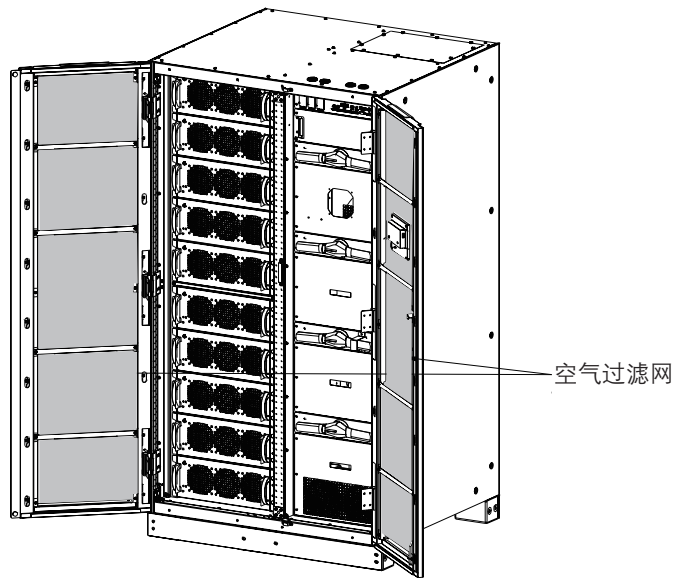

图7-1: 空气过滤网位置
2. 检查空气过滤网（位于前门后面），必要时清洗或更换。位置请参见图 7-1 所示。要更换过滤网，请联系您的客服代表。拆卸过滤网的步骤如下：